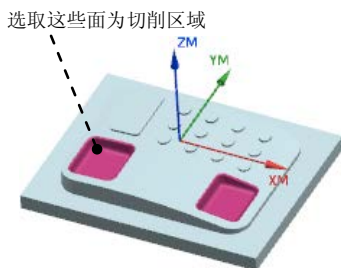

图 12.13 指定切削区域
Step2. 选取图 12.13 所示的面（共 51 个面）为切削区域，在“切削区域”对话框中单击 **确定** 按钮，完成切削区域的创建，同时系统返回到“轮廓区域”对话框。